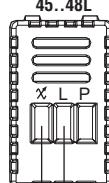

FIG. 1
- Installation du seul régulateur d'éclairage: commande et régulation lumière moyennant le poussoir incorporé (figure 1, 1A et 1B)